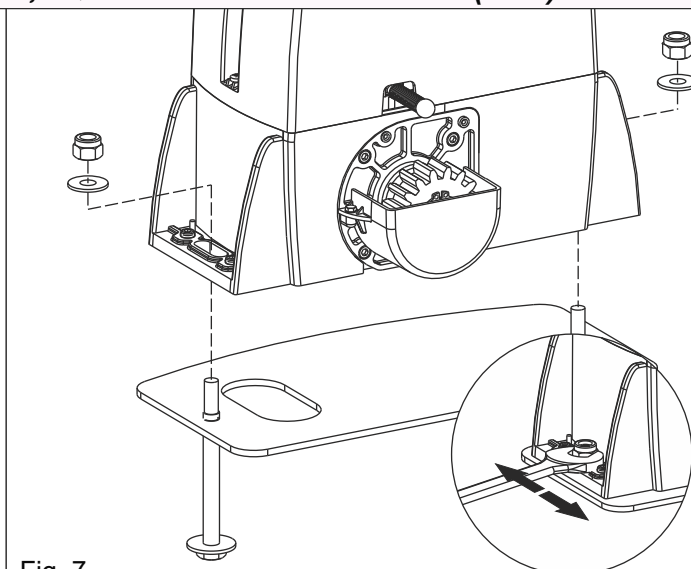

Fig. 7
- 4.2.** Fixer l'opérateur à la plaque de fondation à l'aide des 2 écrous fournis, en ajustant la position latérale (Fig. 7) pour respecter les dimensions mentionnées en Fig. 4